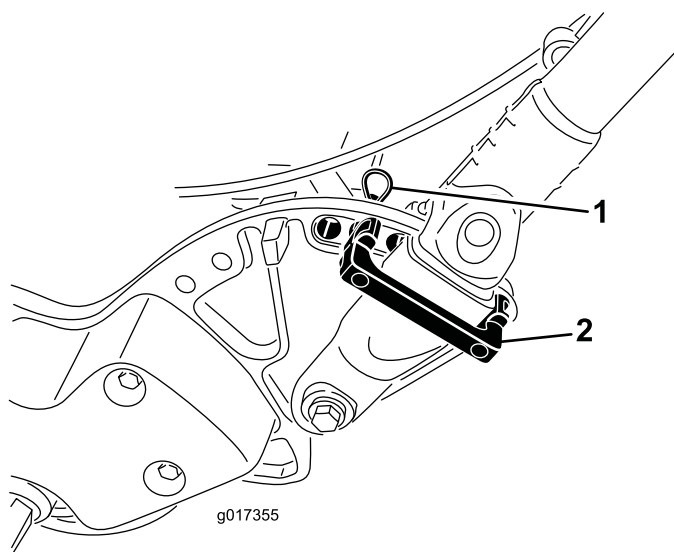

Figura 28
1. Retire los pasadores de horquilla de los seguros de retención del manillar en cada lado del cortacésped (Figura 28).
2. Sujetando el manillar, retire los pasadores de horquilla de cada lado y gire el manillar a la posición de operación deseada (Figura 28).